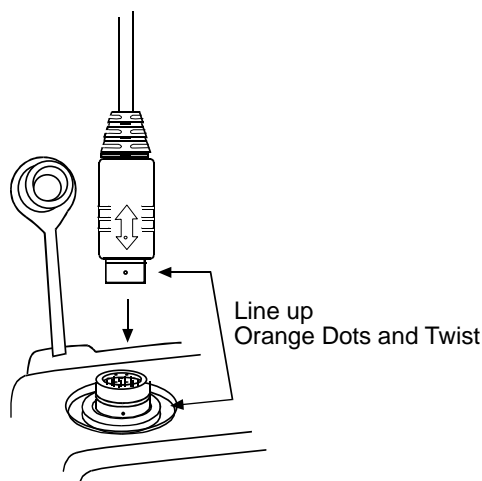

Figure 2 : Connexion à l'aide du câble pour opérations de refoulement
- L'appareil U9920-GPB est conçu pour être utilisée dans le cadre d'opérations de refoulement dans les aéroports et peut être raccordé à un système intercom de bord. Une fois connecté, il permet à jusqu'à quatre utilisateurs de stations de ceinture (U9910-BSW ou U9912-BSW) communiquer avec le pilote d'un aéronef en appuyant sur le bouton PTT de la station de ceinture. Un câble pour opérations de refoulement est requis pour relier l'appareil U9920-GPB à l'aéronef (voir ci-dessous: Figure 2 – illustration de connexion, et le Tableau 3 – matrice de câble pour opérations de refoulement.)